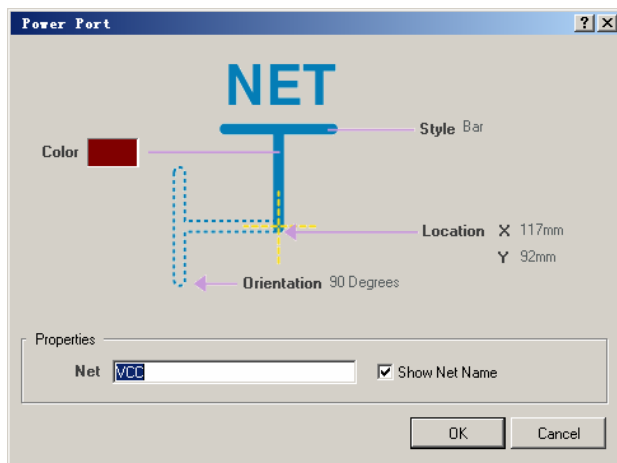

图 2.100 “Power Port”对话框
(2) 单击“Tab”键，打开如图 2.100 所示的“Power Port”对话框。